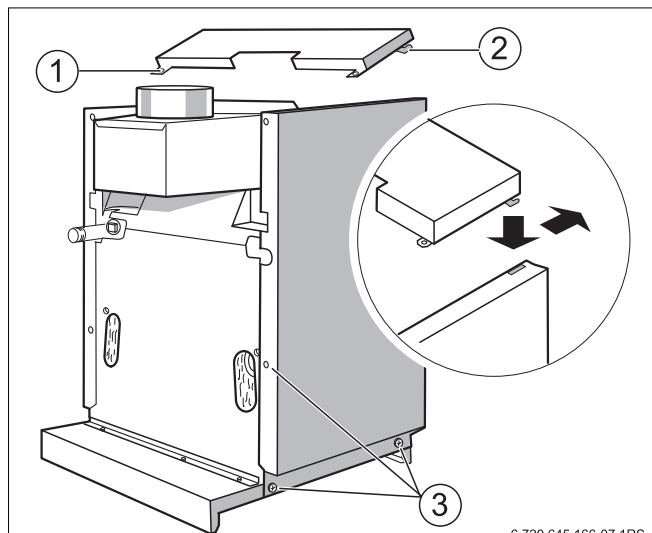

Рис. 14 Боковые стенки и верхняя крышка котла
- Закрепите обе боковые стенки двумя винтами внизу и одним винтом на задней стороне котла (Рис. 14, поз. 3).
- Если боковые крюки (Рис. 14, поз. 2) передней крышки котла не вставляются, то подогните их плоскогубцами и вставьте сзади в удлиненные отверстия в отбортовке боковых стенок.
- Прикрепите оба задних язычка (Рис. 14, поз. 1) передней крышки двумя саморезами к задним стенкам.